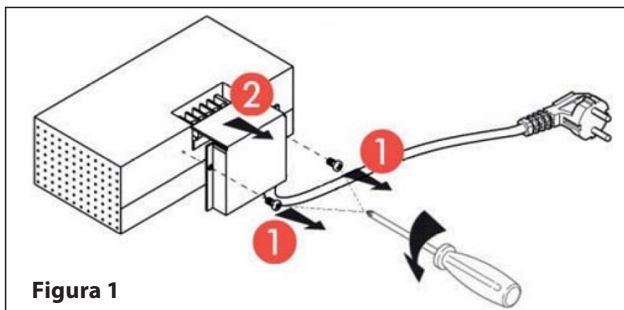

Figura 1
3. Retire la tapa del terminal mediante un destornillador (figura 1).